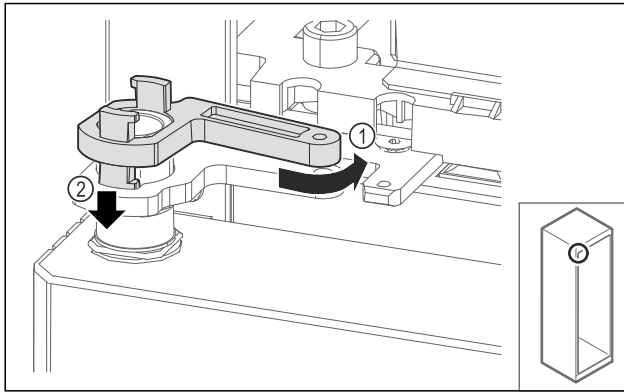

Fig. 71
- ▶ Verriegelung Lagerbock leicht zurückdrehen Fig. 71 (1), nach unten drücken Fig. 71 (2) und im Scharnierwinkel verriegeln.